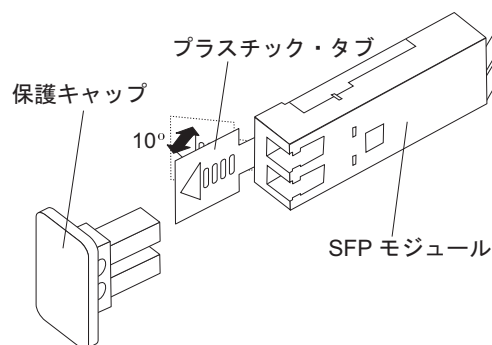

図 27. SFP モジュール・ラッチのアンロック - プラスチック・タブの場合
- ・ プラスチック・タブが入っている SFP モジュールの場合は、図 27 に示すように、プラスチック・タブを外側に 10° 引いて SFP モジュールのラッチをアンロックします。